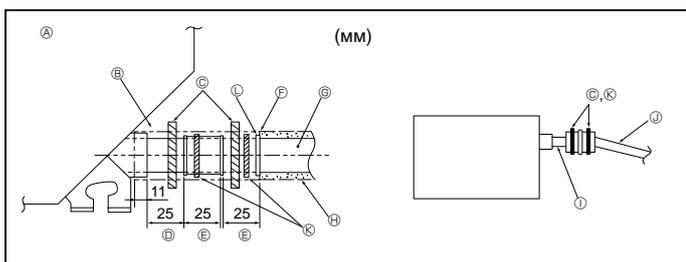

Fig. 3-5
- ① O. D. ø32 PVC TUBE
- ② Сделайте ее как можно большей
- ③ Внутренний прибор
- ④ Устанавливайте трубы большого размера для сгруппированных труб
- ⑤ Наклон вниз (1/100 или больше)
- ⑥ O. D. ø38 PVC TUBE для сгруппированных труб. (9 мм изоляция или больше)
- ⑦ До 85 см
1. Подсоедините соединительную муфту для дренажа (входит в комплект поставки прибора) к дренажному порту. (Fig. 3-5)